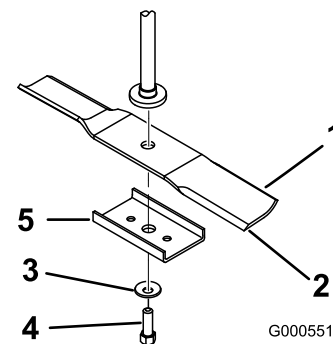

Figure 42
Tenez la lame à son extrémité avec un chiffon ou un gant épais. Enlevez de l'axe, le boulon, la rondelle bombée, le renfort (plateaux de 52 pouces uniquement) et la lame (Figure 42).
1. Montez la lame sur l'axe de pivot (plateaux de 52 pouces uniquement) comme illustré (Figure 42).
2. Montez la rondelle bombée (face concave vers la lame) et le boulon de lame (Figure 42). Serrez le boulon à 47-88 Nm (35-65 pieds-livre).